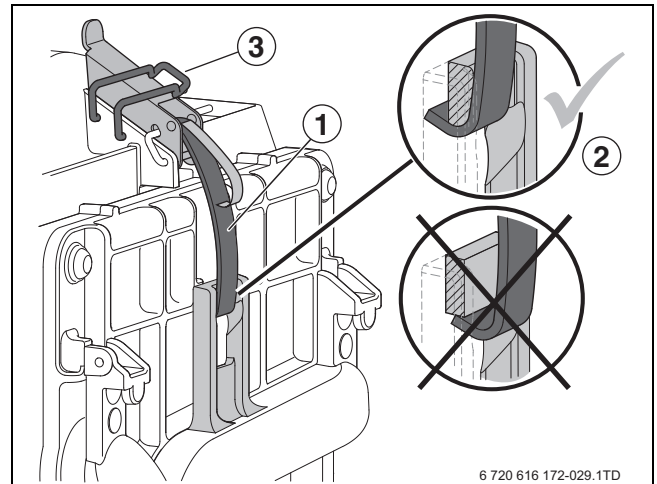

Bild 60 Schnappverschlüsse befestigen und sichern
- Nach der Montage des Brenners und der Brennerdeckel immer die Schnappverschlüsse mit den dazugehörigen Sicherungsklammern sichern (→ Bild 60).
- Sind beide Schnappverschlüsse an der Brennerhaube korrekt befestigt (→ Bild 60, Lupe, [2]) und gesichert [3]?